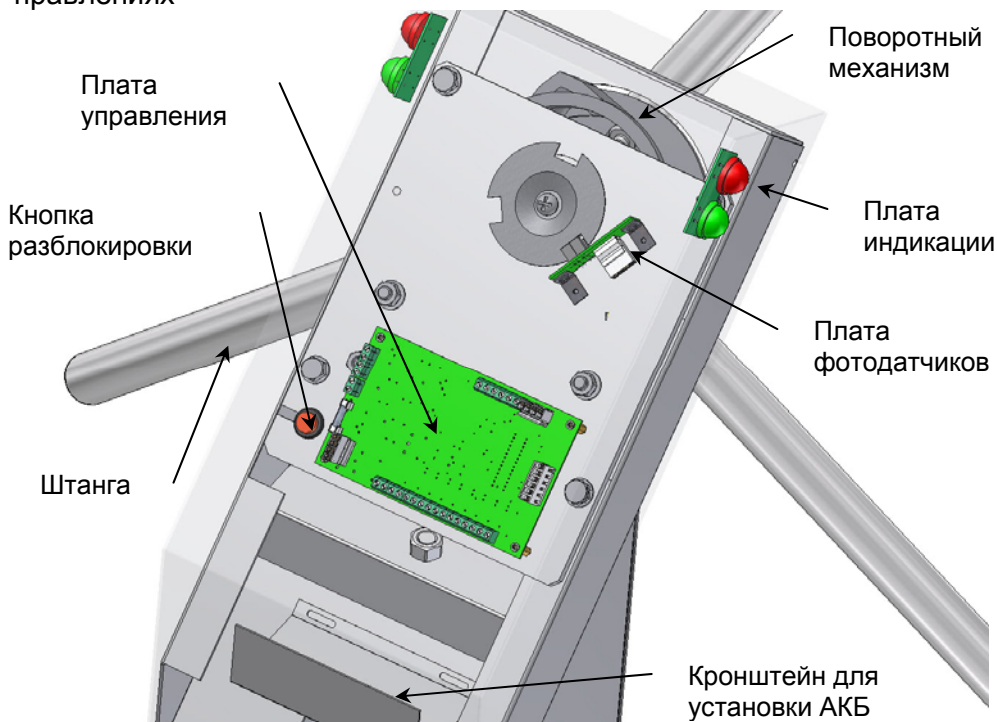

Рисунок 3. Турникет СПРУТ-1 со снятой крышкой (проводной монтаж условно не показан)
9. Закрепить (при необходимости) кронштейн АКБ внутри корпуса турникета (см. рисунок 3) и разместить на нем АКБ. С помощью переключателей АКБ (входят в комплект поставки) подключить, соблюдая полярность АКБ к колодке «ПИТАНИЕ»
12. Нажать кнопку разблокировки (см. рисунок 3), убедиться в том, что кнопка находится в утопленном (включенном) положении.